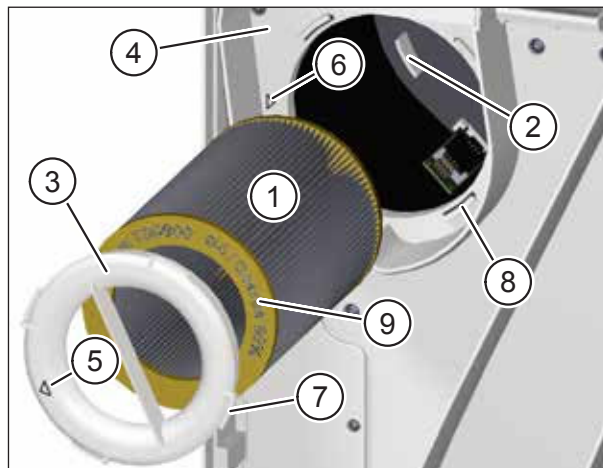

Abb. 15: Neuen Abluftfilter einsetzen
- ▶ Führen Sie den neuen Abluftfilter (Pos. 1 in Abb. 15) vorsichtig in das Lüftungsgerät ein.
- ▶ Achten Sie darauf, dass der Luftfilter in die 3 Haltenasen (Pos. 2 in Abb. 15) an der Rückwand des Lüftungsgerätes gleitet.
- ▶ Setzen Sie den Filterring (Pos. 3 in Abb. 15) auf den Abluftfilter auf. Achten Sie darauf, dass der Filterring plan auf der Zwischenplatte (Pos. 4 in Abb. 15) aufliegt.
- ▶ Drehen Sie den Filterring im Uhrzeigersinn, bis der Pfeil auf dem Filterring (Pos. 5 in Abb. 15) mit dem Pfeil der Arretierposition (Pos. 6 in Abb. 15) fluchtet. Achten Sie darauf, dass die 4 Nasen (Pos. 7 in Abb. 15) am Filterring in den Halterungen (Pos. 8 in Abb. 15) an der Zwischenplatte einrasten.
- Als Abluftfilter darf nur M-WRG-II FS, Art.-Nr. 750000, verwendet werden. Art.-Nr. und Luftfilterklasse sind auf der gelben Endscheibe des Luftfilters (Pos. 9 in Abb. 15) eingeprägt.